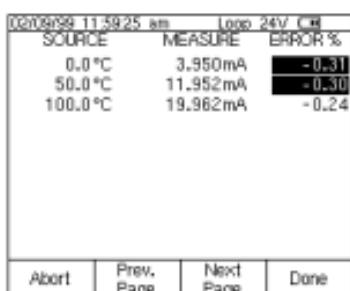

图 22
4. 按 Done，然后再按 Auto Test 键。测试完成以后，显示误差一览表 (图 22)。超过误差的测试用加亮方式显示出来。如果测试通过，即没有加亮的误差显示，则不需要进行调节。如果有加亮的误差，就需要进行输出调节的工作。按 Done 软键退出测试结果屏幕，根据需要编辑标签、序列号或 ID 域，然后再按 Done 键。